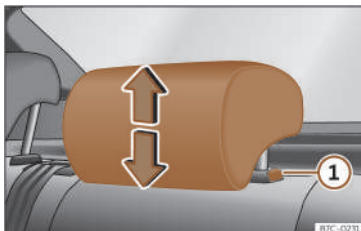

Fig. 87 Poggiatesta posteriore: regolazione del poggiatesta.
- Afferrare il poggiatesta ai lati con entrambe le mani e spingerlo verso l'alto fino a fissarlo nella posizione desiderata. Per abbassarlo, agire analogamente, premendo il tasto laterale ① >>> fig. 87.